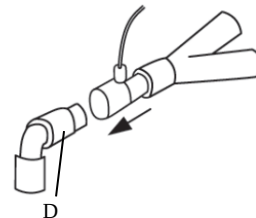

図 2
2. エアウェイアダプタの大径部を患者の気管内チューブに接続する (図 2 参照)。